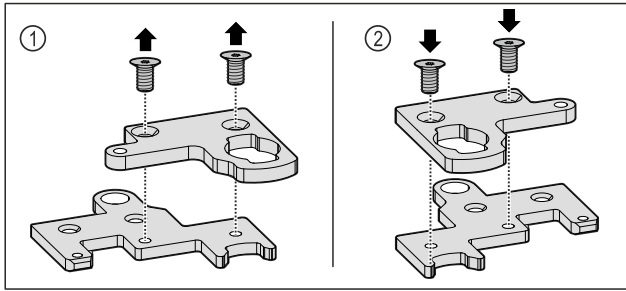

Fig. 34
- ▶ Ta fra hverandre den todelte hengslingsvinkelen. Fig. 34 (1)
- ▶ Sett den todelte hengslingsvinkelen igjen sammen dreid 180°. Fig. 34 (2)